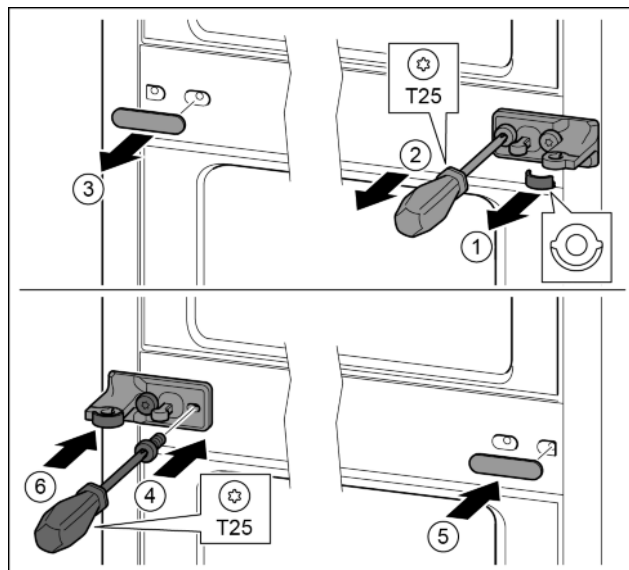

Fig. 13
- ▶ Снять шайбу. Fig. 13 (1)
- ▶ Выкрутить винты отверткой T25. Fig. 13 (2)
- ▶ Осторожно снять крышку. Fig. 13 (3)
- ▶ Плотно прикрутить опорный кронштейн с подкладкой с поворотом на 180° с другой стороны. Fig. 13 (4)
- ▶ Установить крышку с поворотом на 180° с другой стороны. Fig. 13 (5)
- ▶ Спереди надвинуть шайбу. Fig. 13 (6)